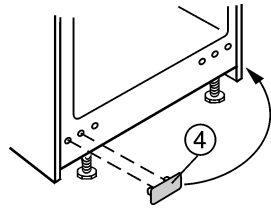

Fig. 4
- ▶ Afdekking Fig. 4 (4) verwijderen en vrijgekomen bevestigingsgaten daarmee afsluiten.